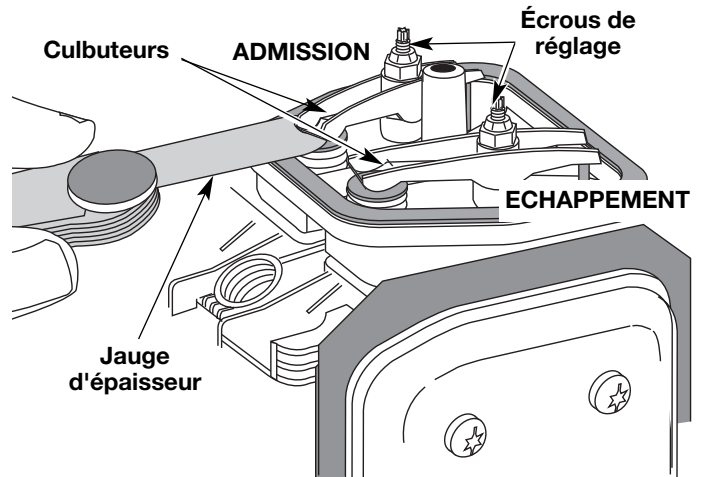

Figure 40
9. Glissez la jauge d'épaisseur entre le culbuteur et le ressort de rappel de la soupape. Mesurez le jeu entre la tige de soupape et le culbuteur (Fig. 40). Faites-le pour les soupapes d'admission et d'échappement.
Ll'écart de jeu recommandé pour l'admission et l'échappement est de 0,076 – 0,152 mm (0,003 – 0,006 po). Servez-vous d'une jauge d'épaisseur d'automobile standard de 0,127 mm (0,005 po). La jauge d'épaisseur devrait pouvoir glisser entre le culbuteur et la tige de soupape en rencontrant une faible résistance mais sans coller (Fig. 40).